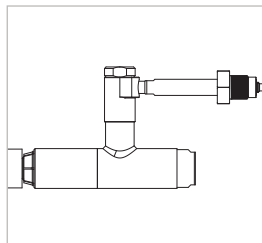

Abbildung 11
- ▶ Entlüften Sie den Steuerdruck wieder. Der Adapter zieht sich selbstständig an den Prüfling an und stellt eine druckdichte Verbindung her. (Abbildung 11).